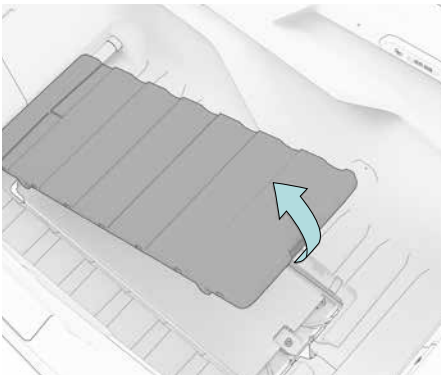

Abb. 11
1. Greife in die Aussparung der Abdeckplatte und entnimm die Platte (Abb. 11).